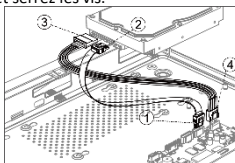

Figure 1-2 Connectez le câble
Step 2 Connectez le câble de données et le câble d'alimentation. Reportez-vous à Figure 1-2.